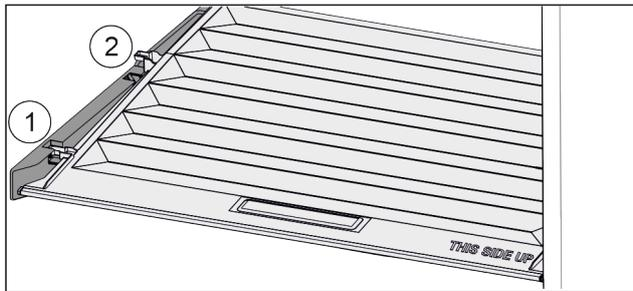

Fig. 82
- ▶ Veko potiahnite dopredu až k otvoru v prídržných dieloch Fig. 82 (1).
- ▶ Vzadu ho nadvihnite zospodu a zložte smerom nahor Fig. 82 (2).